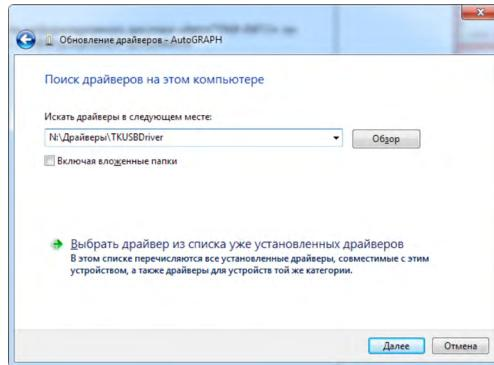

Рис.30. Путь к папке с драйверами.
- Выполните установку драйвера вручную из указанного места. Укажите путь к папке с распакованными драйверами и выполните установку (Рис.30).